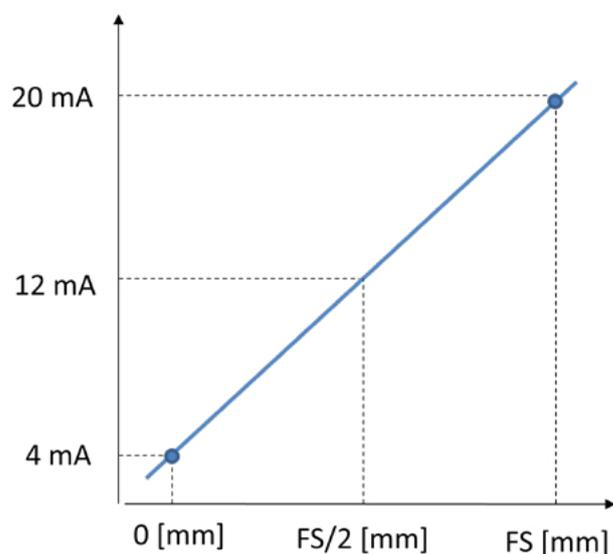

Figura 9. Uscita in corrente 4...20 mA
Nel campo di ingresso delimitato dalla posizione ZERO (0 mm) e dal fondo scala (FS), il segnale di uscita è compreso tra 4 e 20 mA. Come mostrato nella Figura 9, al di sotto della posizione ZERO (0 mm) il sensore fornisce valori di saturazione negativi (valore di uscita inferiore a 4 mA). Analogamente, al di sopra del FS il sensore fornisce valori di saturazione positivi (valore di uscita superiore a 20 mA).